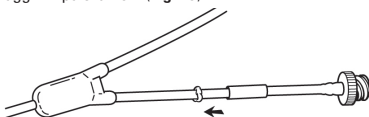

Fig. 14
5. Skjut in ersättningsslangens metallkanyl helt och hållet i grenslangen. (Fig. 14)